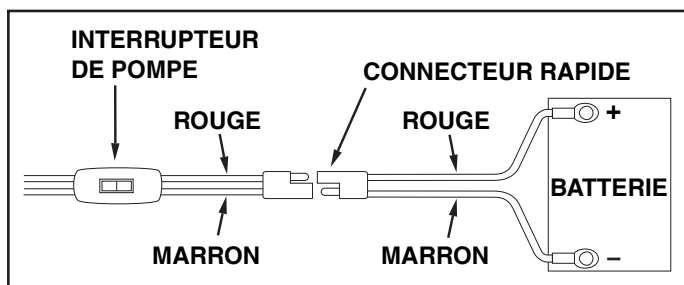

FIGURE 9
17. Attachez l'épandeur à l'attelage de tracteur et raccordez le câblage à la batterie de tracteur. Le fil rouge doit être connecté à la borne positive de la batterie ou à la connexion sous tension existant sur un interrupteur ou ampèremètre du tracteur. Le fil marron peut être mis à la terre ou connecté à la borne négative de la batterie. Voir figures 9 et 10.